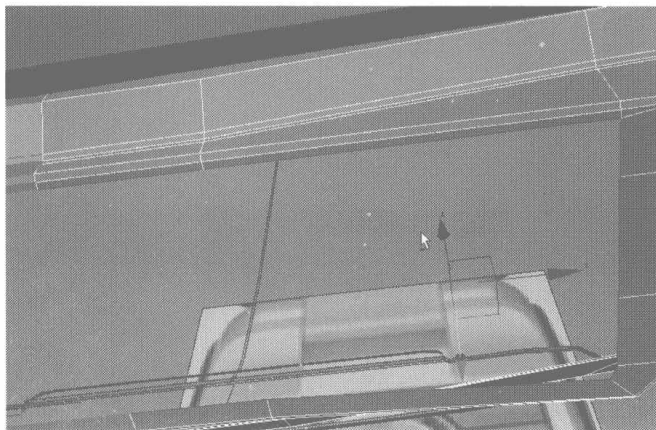
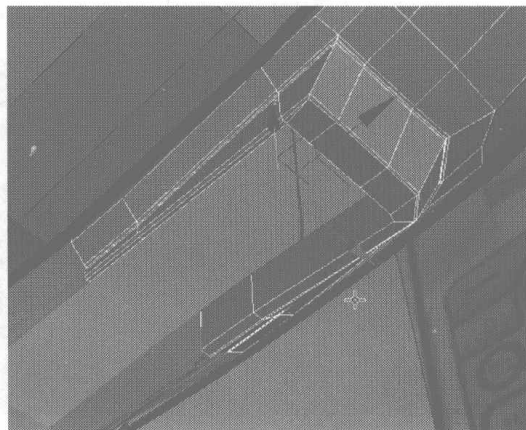

图 4.351
图 4.352
- 22** 选择如图 4.351 所示的边线，在按住 Shift 键的同时沿 Z 轴向内移动拉伸，如图 4.352 所示，拉伸出内壁效果。